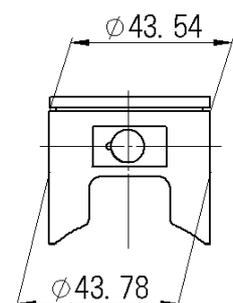

Fig. 10
- ⑦ピストンの 2 か所の外径寸法 (Fig. 10 参照) をブレードマイクロメーター